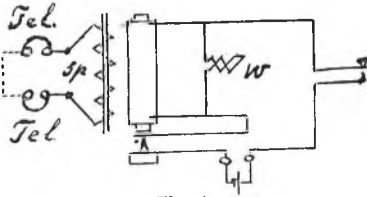

Fig. 4
3. De stille inductieve zoemer om voor een geheele, met telefoon luisterende klasse als leerapparaat te dienen (fig. 4). Door de verbrekingen worden in het spoeltje sp , dat draaibaar is ten opzichte van het magneetspoeltje,
4. De inductieve zoemer als wisselstroomgenerator bij een meetbrug (schakeling als fig. 4; meetbrug i. pl. v. telefoon). Ten einde de inductie-effecten in het spoeltje sp . zoo regelmatig mogelijk te doen zijn, is het beter dat de verbrekingsvonk wordt onderdrukt. Dit geschiedt door een niet-inductieven weerstand W parallel op het magneetspoeltje in te schakelen. (geschunte zoemer.)